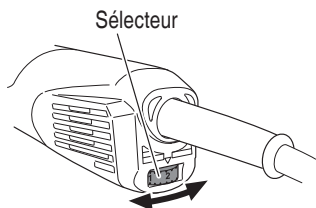

Fig. 5
9. Réglage de la vitesse de fonctionnement (Fig. 5)